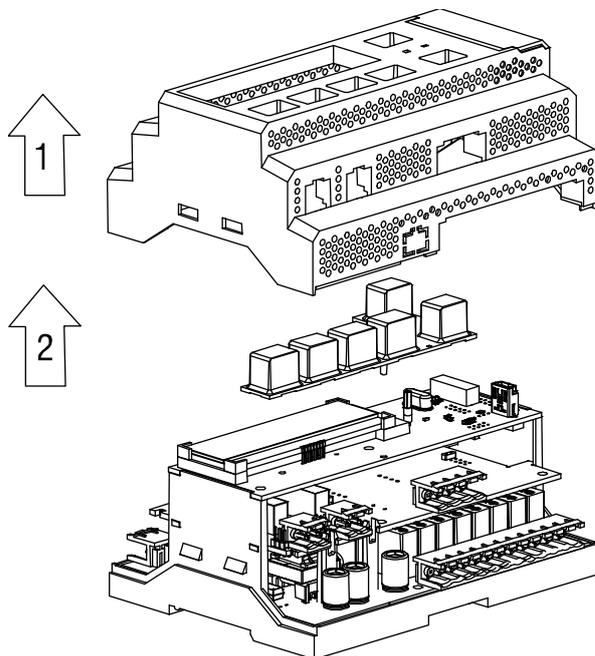

Fig. G.1 Retirer le boîtier avant
1. Retirer le boîtier avant avec les boutons (Fig. G.1).